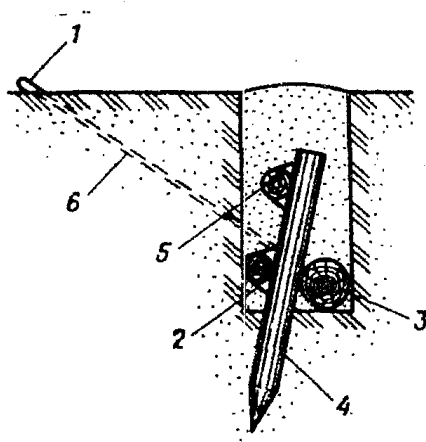

Рис. 19. Схема деревянного якоря
1.66.136. Нормами таблицы Н-66-06-006 предусмотрено устройство якоря (рис. 19), состоящего из бревна (поперечины) длиной 2 м, диаметром 300 мм, укладываемого на дно траншеи, к которому крепится трос, и четырех стоек из бревен длиной 2 м, диаметром 200 мм, связанных